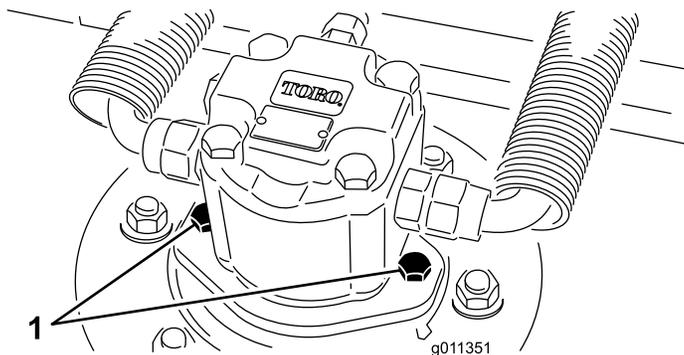

図 71
2. デッキから油圧モータを外す **図 71**。異物が見つからないように、スピンドル上部にはカバーを掛けておく。
3. デッキに油圧モータを取り付ける **図 71**。Oリングを忘れずに、また、損傷させないように注意して取り付ける。